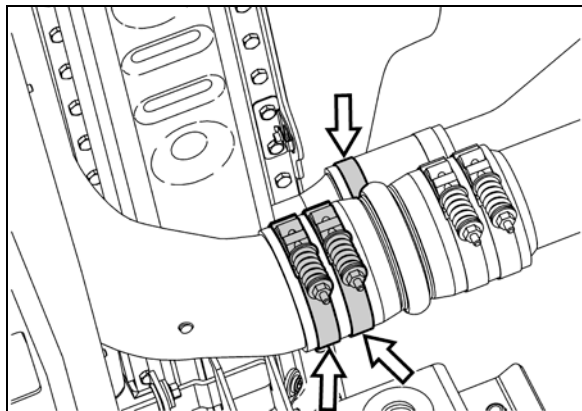

FIGURE 24 : TUYAUX ARRIÈRE LIQUIDE DE REFROIDISSEMENT ET D'AIR DE SURALIMENTATION
10. Retirer les colliers de serrage, puis détacher les flexibles des tuyaux avant du liquide de refroidissement et d'air de suralimentation (Figure 24).